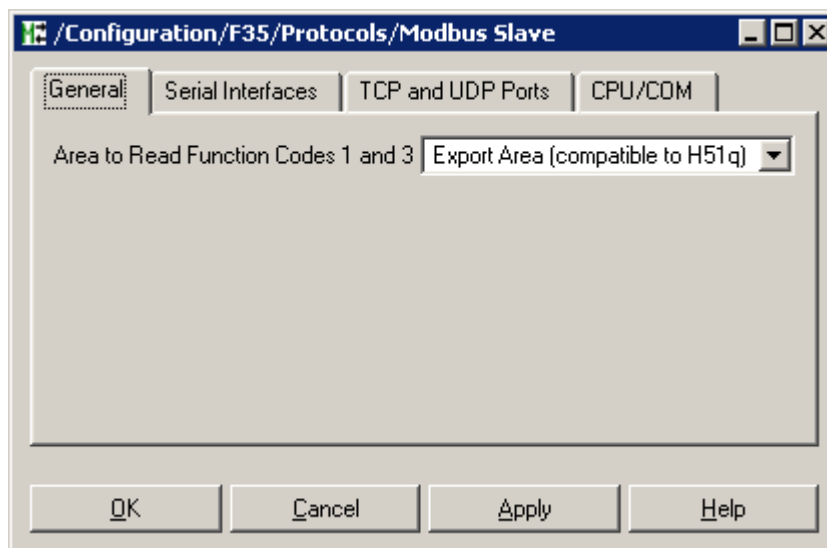

Figure 37: Dialog Box „General“
- ❑ Enter the parameters displayed in Figure 37.